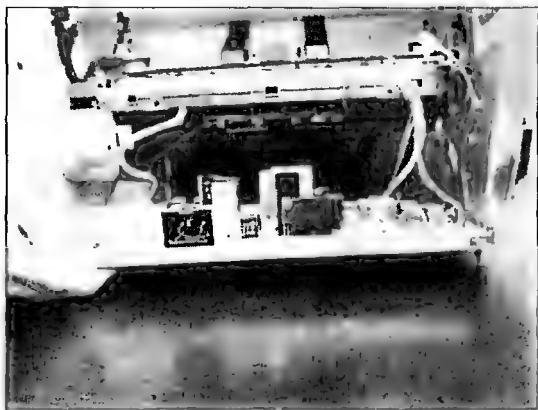

Рис. 6.16
- Слегка приподняв заднюю часть платы, вынимают ее вместе с основанием движением на себя (рис. 6.16).